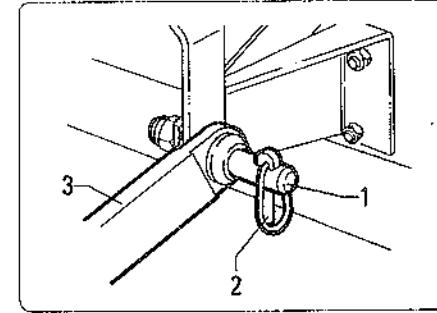

fig. 4.1.1
- Les fixer avec les goupilles de sécurité "2" fig. 4.1.1.